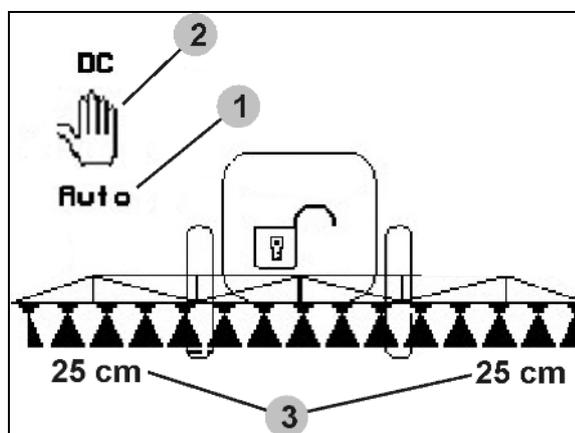

Fig. 73
- Lorsque le mode automatique est activé, le symbole "Auto" (Fig. 73/1) s'affiche à l'écran. L'ordinateur machine gère le réglage de la distance buse de pulvérisation - plantes sur pied.
- Le symbole (Fig. 73/2) s'affiche en mode manuel. Le dispositif DistanceControl est désactivé. Vous réglez manuellement la distance buse de pulvérisation - plantes sur pied via la correction d'assiette et le réglage de la hauteur.
- Confirmez : la distance buse de pulvérisation - plantes sur pied est affichée dans le menu de travail (Fig. 73/3).